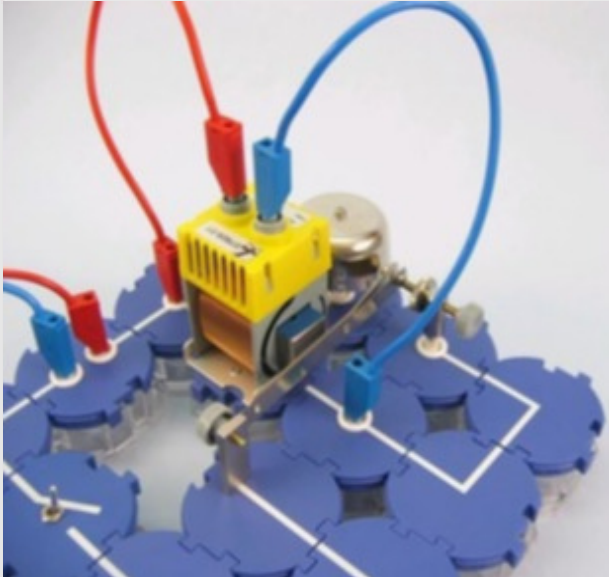

Abb. 3
- Setze die Spule auf den Spulenhalter, schiebe den Eisenkern (Joch) ein und verbinde dann die Spule über Leitungen mit den Bausteinen (winklig mit Buchse bzw. gerade mit Buchse) neben der Spule wie in Abb. 3.